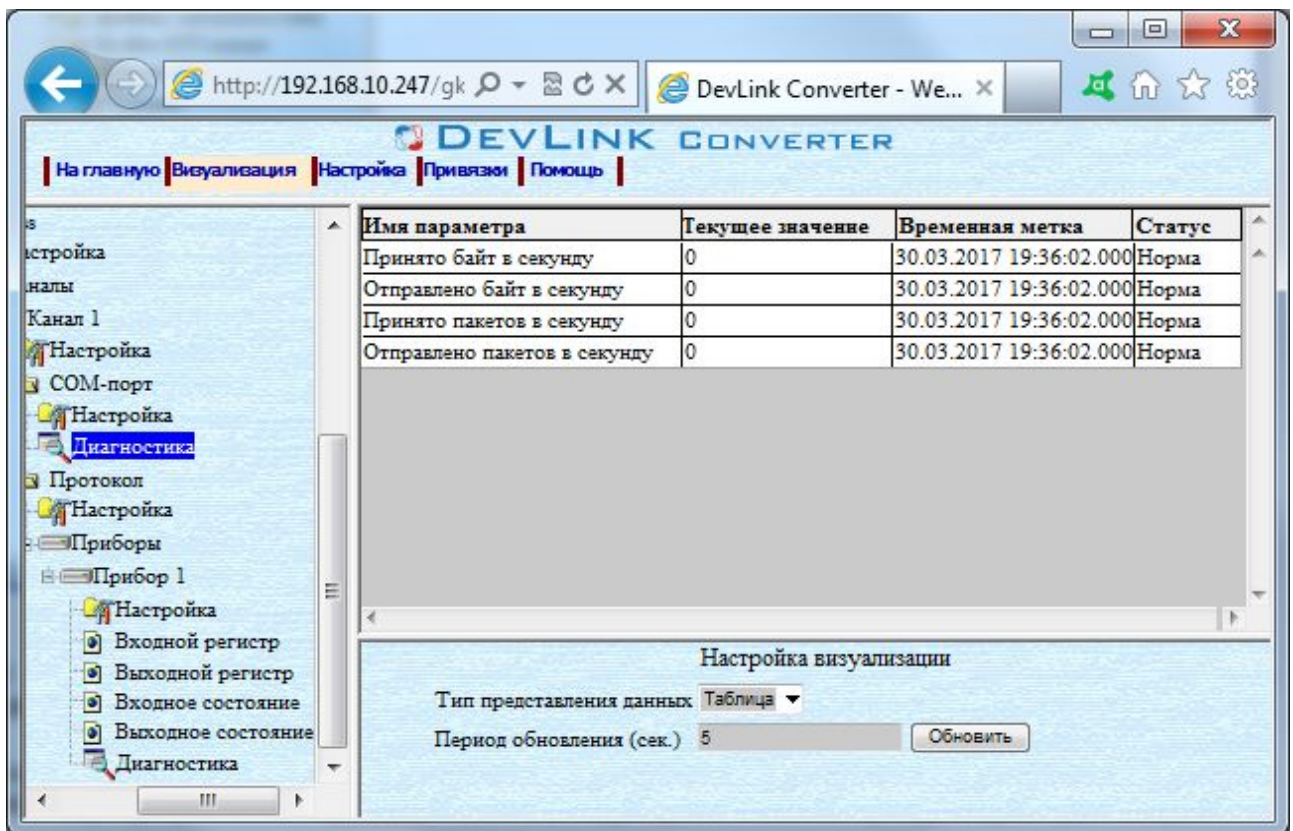

Рисунок 4.1 – Диагностическая информация модуля COM-порта драйвера
- 2 Выбрать в дереве объектов папку **Диагностика** в ветке **COM-порт** драйвера (рисунок 4.1).